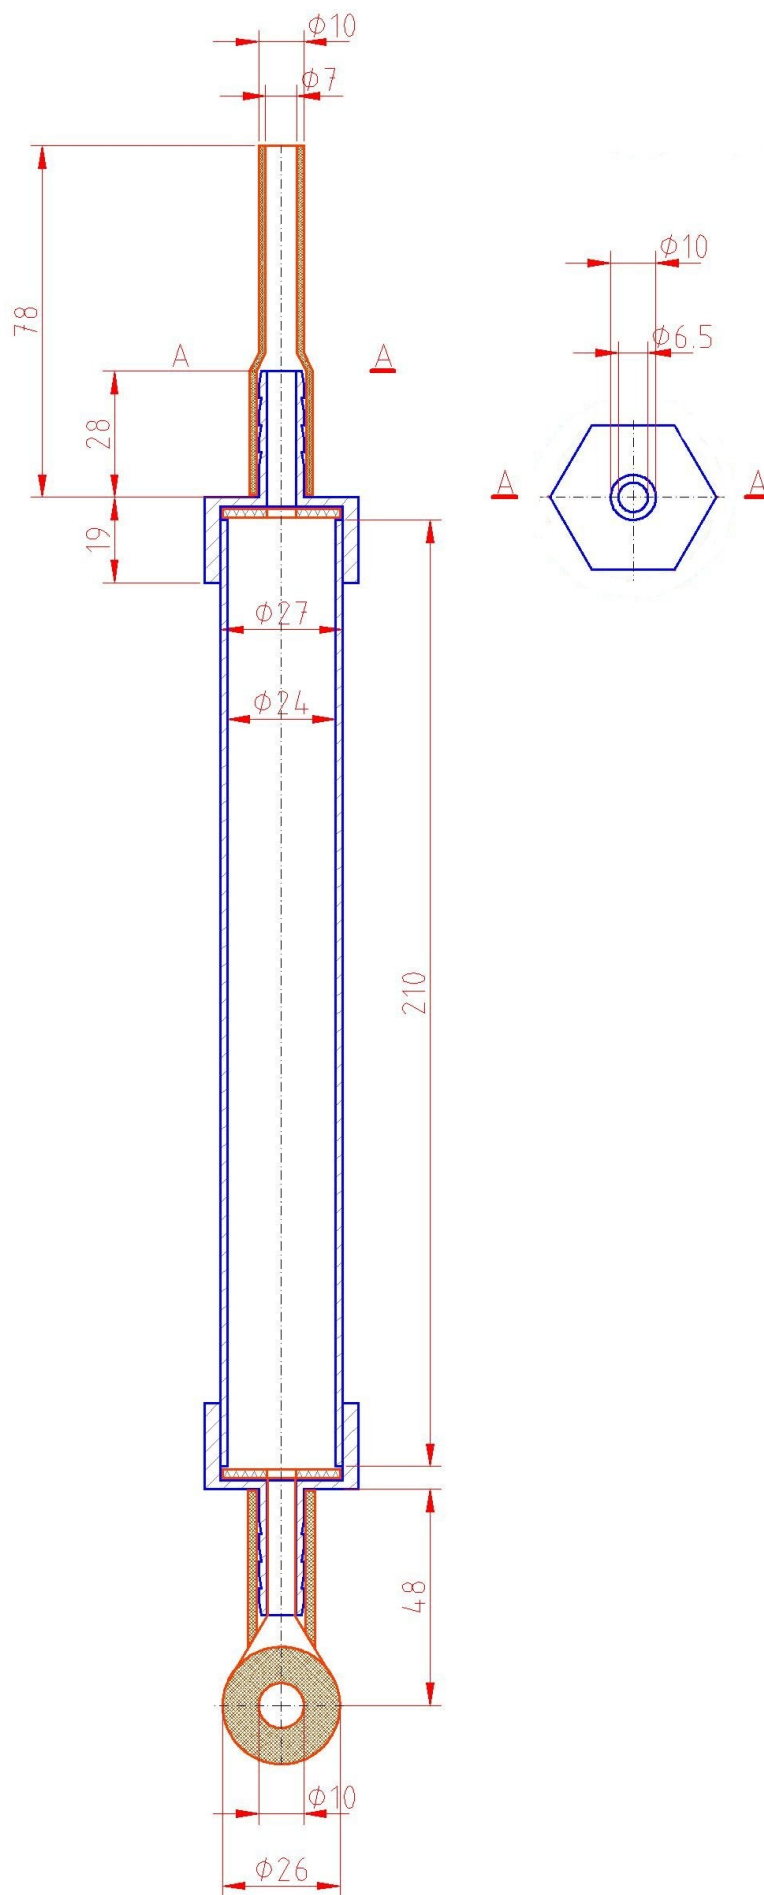

Рисунок 4. Корпус погружного зонда
Металлический корпус (рисунок 4) состоит из трёх элементов — трубы (1) и двух штуцеров (2), накручиваемых на трубу с обеих сторон.